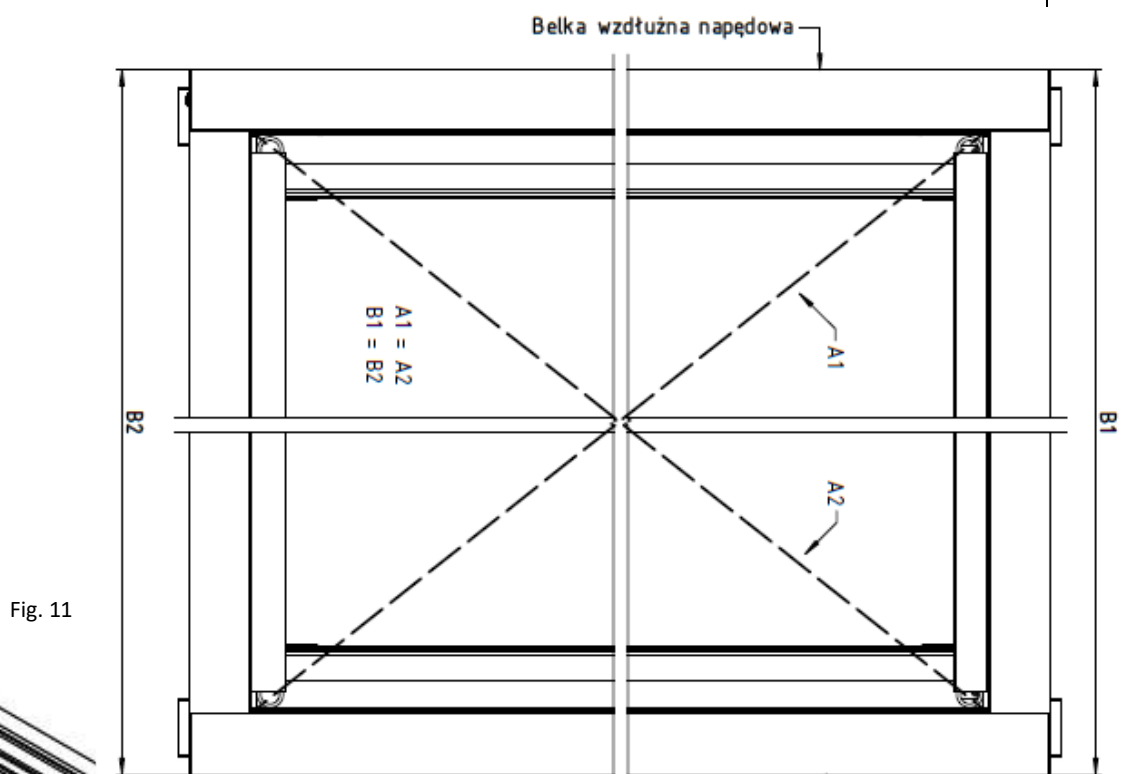

Fig. 11
8. Sostenere l'altro lato delle traverse fino al montaggio della seconda porta. Se non è possibile i bulloni della trave longitudinale (10) devono essere allentati se le travi trasversali devono scorrere liberamente.
9. Dall'altro lato, far scorrere sulle traverse (11 e 12) la porta precedentemente avvitata (vedi punto 2) composta dai montanti di sinistra (6) e di destra (2) e dalla trave portante longitudinale (8) come mostrato in Fig. 10. Dopo lo scorrimento, avvitare l'intero gruppo con viti ISO 4762 M8x170 (13). Dopo aver assemblato la struttura, inserire il manicotto di scarico sigillato al silicone (16) nei fori di scarico della grondaia (dettaglio - fig. 11). È possibile inserire un foro di scarico selezionato in ogni grondaia con tappi di scarico (fissare con silicone).